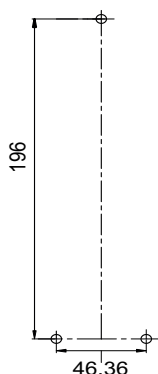

Fig. 1
1. Fijar la unidad AXIS T8123-E/T8124-E con tres tornillos. Consulte la Fig. 1 (los orificios de los tornillos se encuentran marcados: 1, 2 y 3).